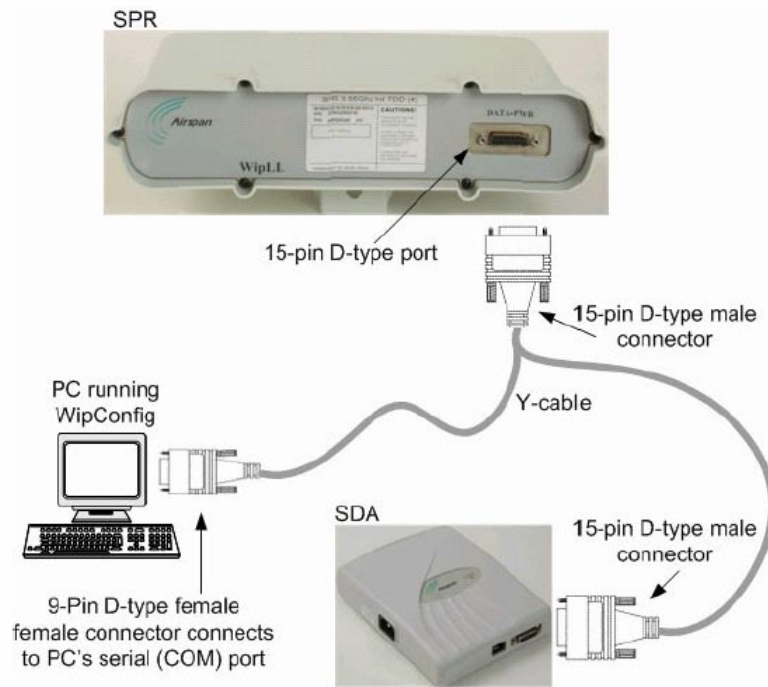

Figura. 4.73. Conexión con Cable en “Y” entre SDA – SPR - PC
1. Se debe realizar la conexión mostrada en la Figura.4.73.